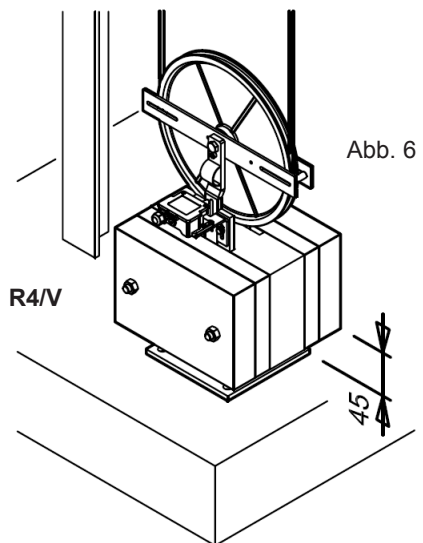

Abb. 6
- Die Führungshalterung vom Gegengewicht so montieren, um eine perfekte Flechtung zwischen Rolle des Geschwindigkeitsbegrenzers und Rolle des Spanngewichts (Abb. 6) zu haben.
- Spanngewicht unterbauen, bis es eine Distanz von ca. 45 mm von der Schachtsohle erreicht (grober Richtwert) (Abb. 6).